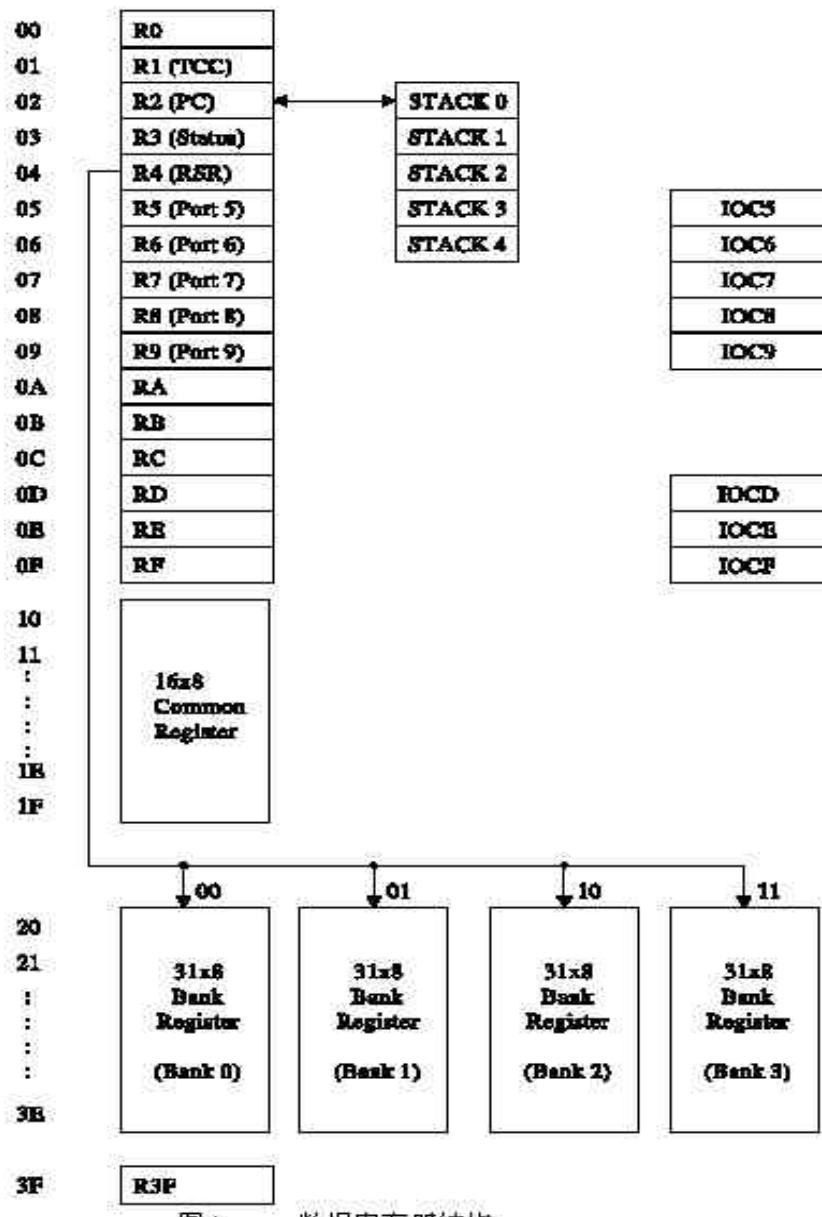

图4 数据寄存器结构
- 第 4 位 (T) 溢出位，执行 SLEEP 或 WDTC 指令或上电后置 1，WDT 溢出时清 0。
- 第 3 位 (P) 低功耗位，执行 WDTC 指令或上电后置 1，执行 SLEP 指令后清 0。
- 第 2 位 (Z) 零标志位，当算术运算或逻辑运算结果位 0 时该位置 1。
- 第 1 位 (DC) 辅助进位标志。
- 第 0 位 (C) 进位标志。
- 参见图 4 所示数据存储器结构。